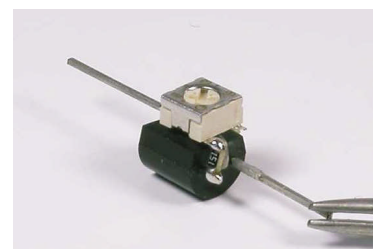
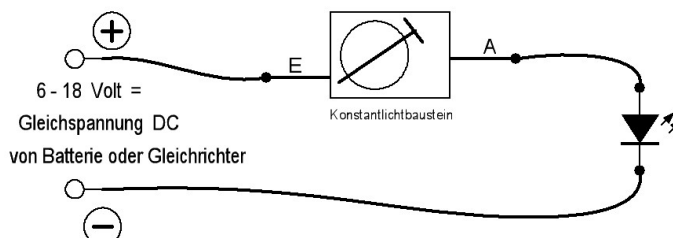

Bild1: der Minibaustein 7201 LED Konstantlicht
Bild 2: der grundsätzliche Anschluss des Konstantlichtbausteines DC, 7201
2. Das Produkt ist in Bild 1 zu sehen. Diese Anleitung ist Bestandteil des Produktes. Bitte bewahren Sie diese gut auf. Diese Bausteine sind für **Gleichspannungen von 6 bis 18 Volt** oder für Batteriespannung ausgelegt. Der Baustein ist für Wechselspannung nicht geeignet. Achten Sie auf einen bestimmungsgemäßen Gebrauch. Unsachgemäße Handhabung und Überspannungen können das Produkt zerstören. Für etwaige Folgeschäden daraus übernehmen wir keine Haftung.
3. Der Anschluss erfolgt gemäß Bild 2 durch einfaches Einschleifen in die Plusleitung zu einem Verbraucher, also zu einer LED. Das silberne Beinchen das direkt an den integrierten Spannungsregler geht, ist der Eingang bzw. Plus. Hier wird die Versorgungsspannung, eine **Gleichspannung**, angelegt. Im Bild 1 schön zu sehen, ist es das Beinchen, das gerade zu Fotozwecken von einer Pinzette festgehalten wird.